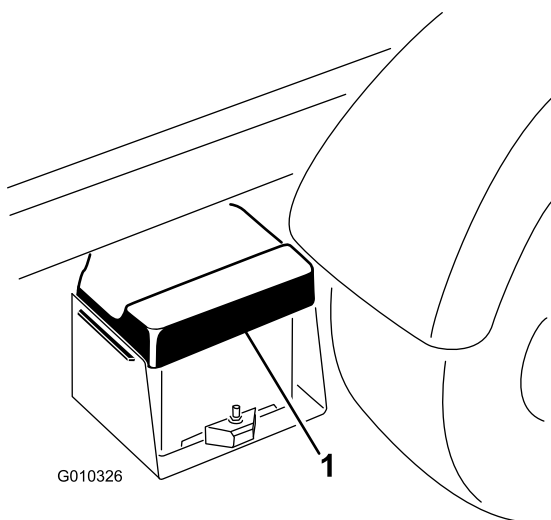

Figure 4
- A. Appuyez sur le couvercle de la batterie pour dégager les pattes de la base de la batterie (Figure 4).
- B. Enlevez le couvercle de la base de la batterie (Figure 4).